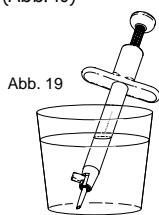

Abb. 19
4. Der vollständig zusammengesetzte Injektor wird mit der Spitze nach unten in einen Behälter mit balancierter Salzlösung gelegt, damit die Linse hydriert bleibt. (Abb. 19)